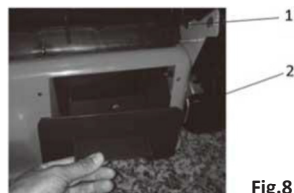

Fig.8
- Scoateți coșul de colectare a ierbii (Fig. 8 - elementul 1).
- Puneți dopul pentru mulcire în canalul de evacuare (Fig. 8 - elementul 2) și asigurați-vă că este poziționat corect.